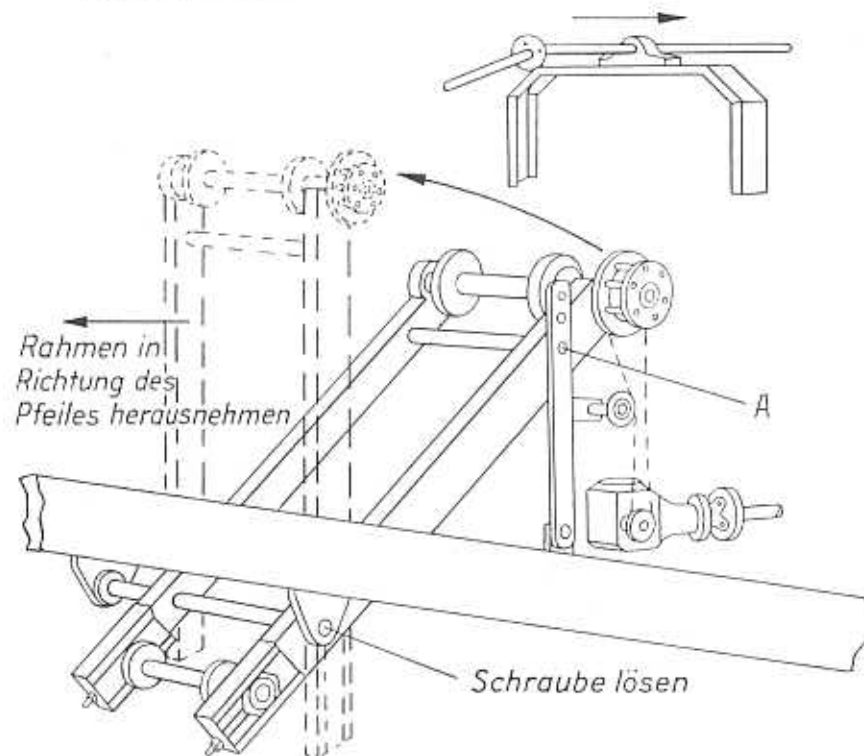

Abb. 15
- e) Band nach Abb. 15 herausnehmen.